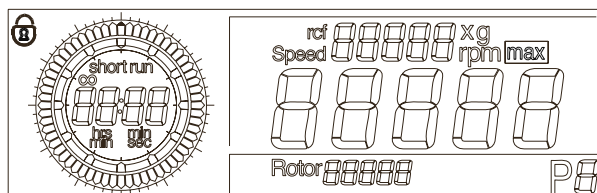

Abb. 5.17: Symbol Vorhängeschloss
- Drehen Sie den linken Drehknopf, bis im Display links oben ein Vorhängeschloss erscheint (Abb. 5.17).